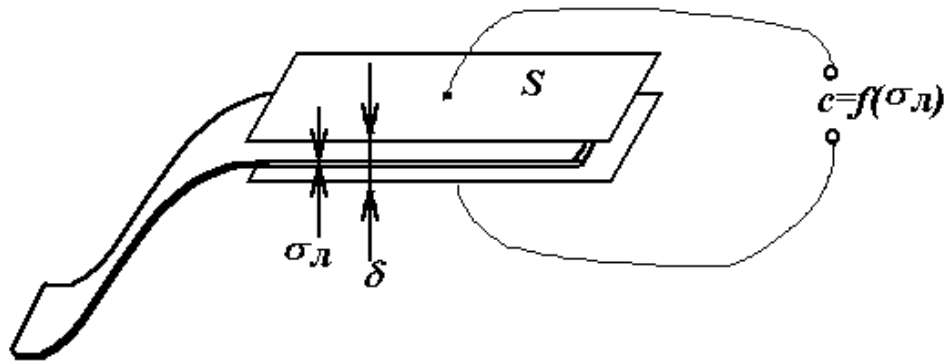

Рис.2 – к измерению толщины бумаги
7. Принцип измерения схематично изображен на рис.2